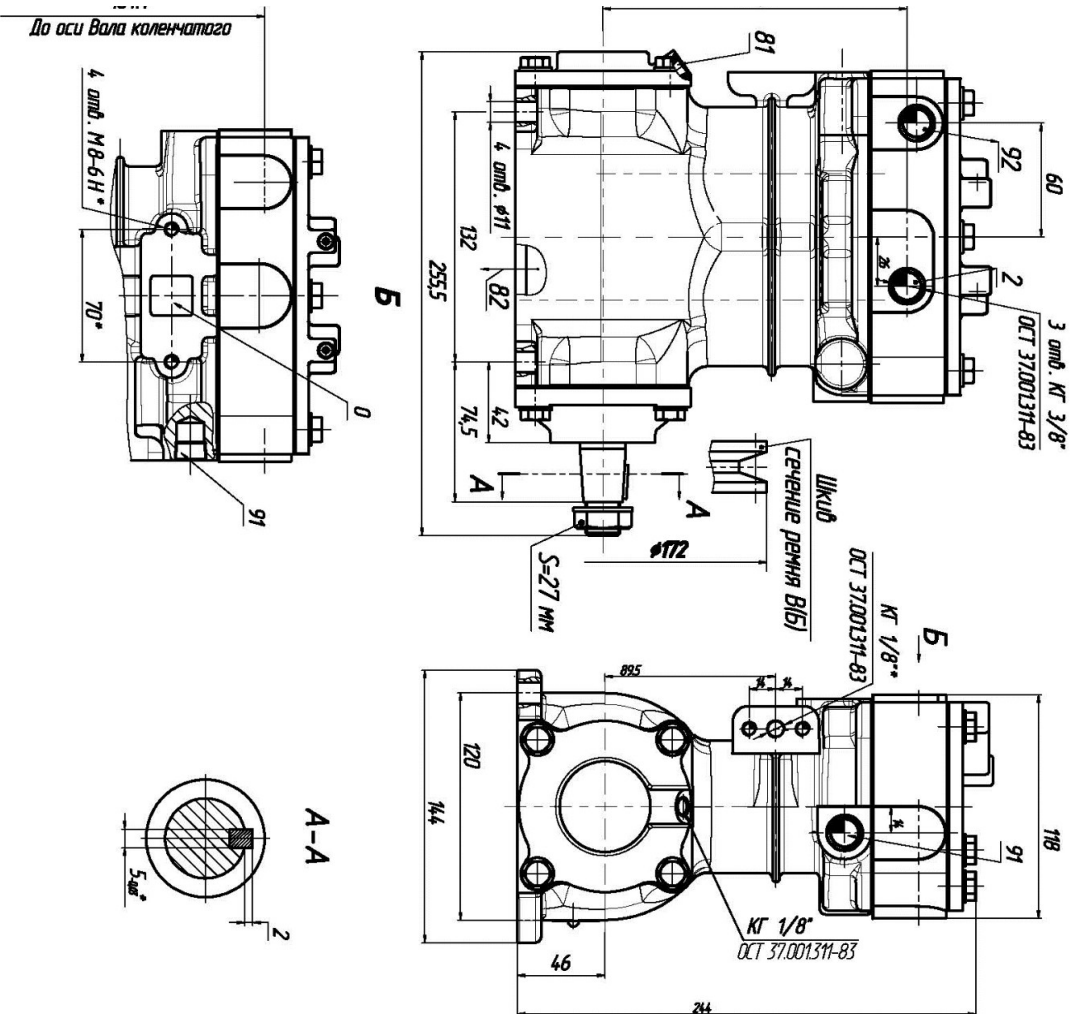

**Рисунок 1.** Присоединительные и установочные размеры компрессора
- если регулятор давления установлен на раме автомобиля, то соединительная трубка герметизируется штуцером и отверстием КГ1/8", расположенным на площадке бобышки поз.28 на Рис.1).